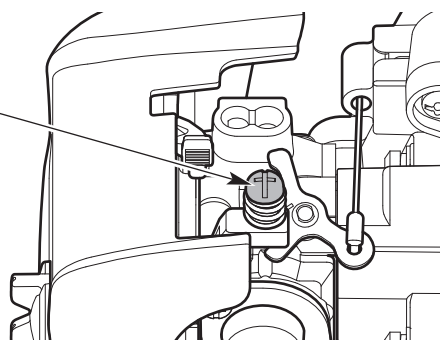

Fig. 22
- Si el motor se para, aumente la velocidad de ralentí. Use un destornillador Phillips pequeño para girar el tornillo de velocidad de ralentí en el sentido de las agujas del reloj, 1/8 de giro cada vez hasta que el motor funciona al ralentí de manera uniforme (Fig. 22).
- Si la cuchilla gira cuando el motor funciona al ralentí, reduzca la velocidad de ralentí. Gire el tornillo de velocidad de ralentí en el sentido contrario de las agujas del reloj, 1/8 de giro cada vez, hasta que se detenga la cuchilla (Fig. 22).